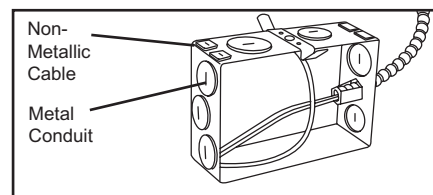

Fig. 6
Paso 2. Desmonte la tapa de la caja de empalme. Remueva la o las placas removibles apropiadas para adaptar la caja al tipo de suministro eléctrico a usar/ permitido por el eléctrico nacional de EE.UU. (NEC) o su código eléctrico local (Fig. 6):
Étape 2. Retirez le couvercle de la boîte de câblage. Enlevez les découpes adéquates pour laisser passer le type de service électrique à utiliser/autorisé par le NEC ou le code électrique local (Fig. 6):